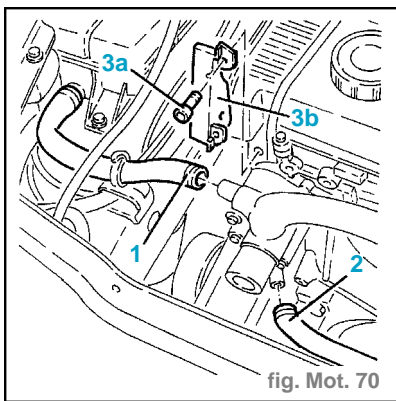

fig. Mot. 70
- Déposer la tuyauterie (4) de refoulement du combustible de pression au collecteur du combustible.
- Déconnecter le tuyau (1) d'alimentation du système du tube rigide d'entrée du liquide de refroidissement à la pompe. (fig. Mot. 70)